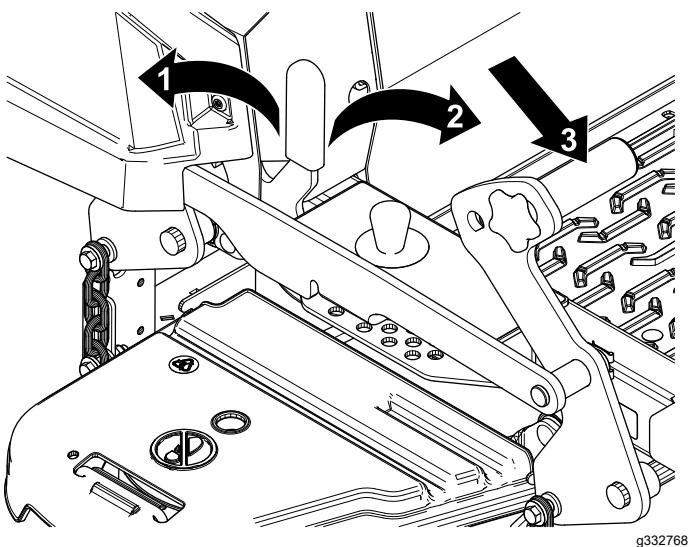

Figura 29
1. Spingete completamente in avanti il pedale di sollevamento del piatto per bloccare il piatto di taglio nella posizione TRASPORTO (Figura 29).
2. Spingete il pedale di sollevamento del piatto in avanti e il blocco di trasporto sempre in avanti in posizione di SBLOCCO, quindi abbassate lentamente il piatto di taglio (Figura 29).